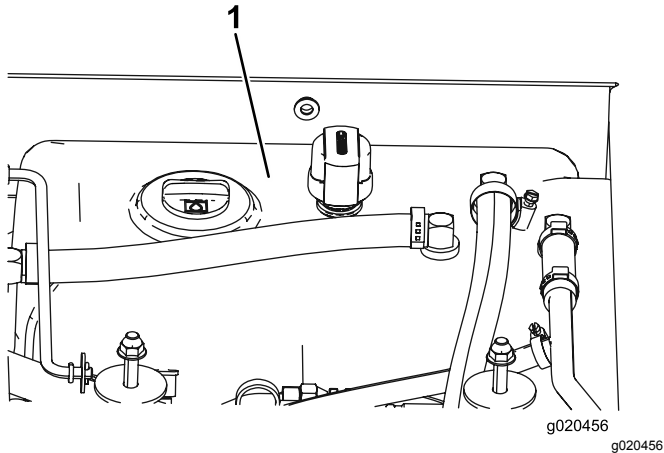

Figura 97
4. Llene el depósito (Figura 97) con fluido hidráulico; consulte Comprobación del fluido hidráulico \(página 70\).